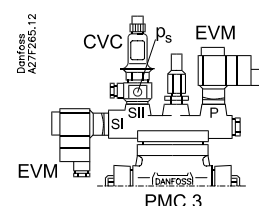

Fig. 11
3. EVM tant en SI qu'en P, CVC en SII: Régulation modulante de la capacité combinée avec ouverture forcée et fermeture forcée. Voir fig. 11 et 12.
See figs. 11 and 12.